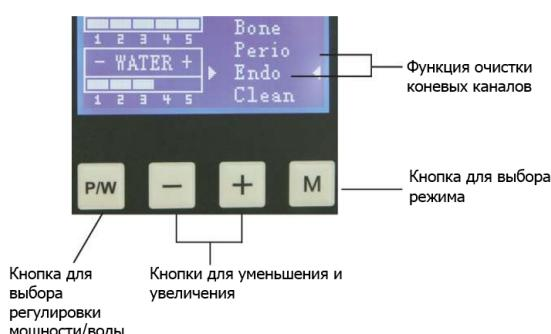
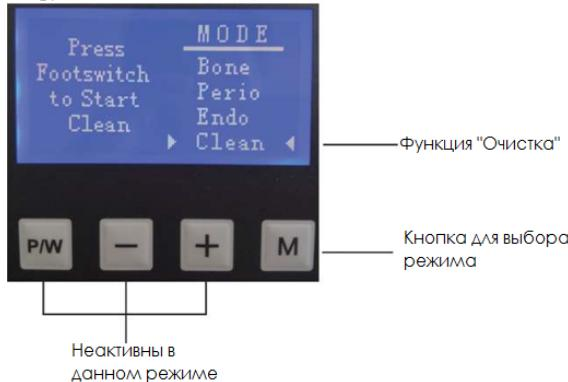

Рисунок 6
Рисунок 7
- 4.7. Убедитесь, что наконечник DS-II (LED) правильно подсоединен к разъему для наконечника (Рис.6 - С, Рис.7);